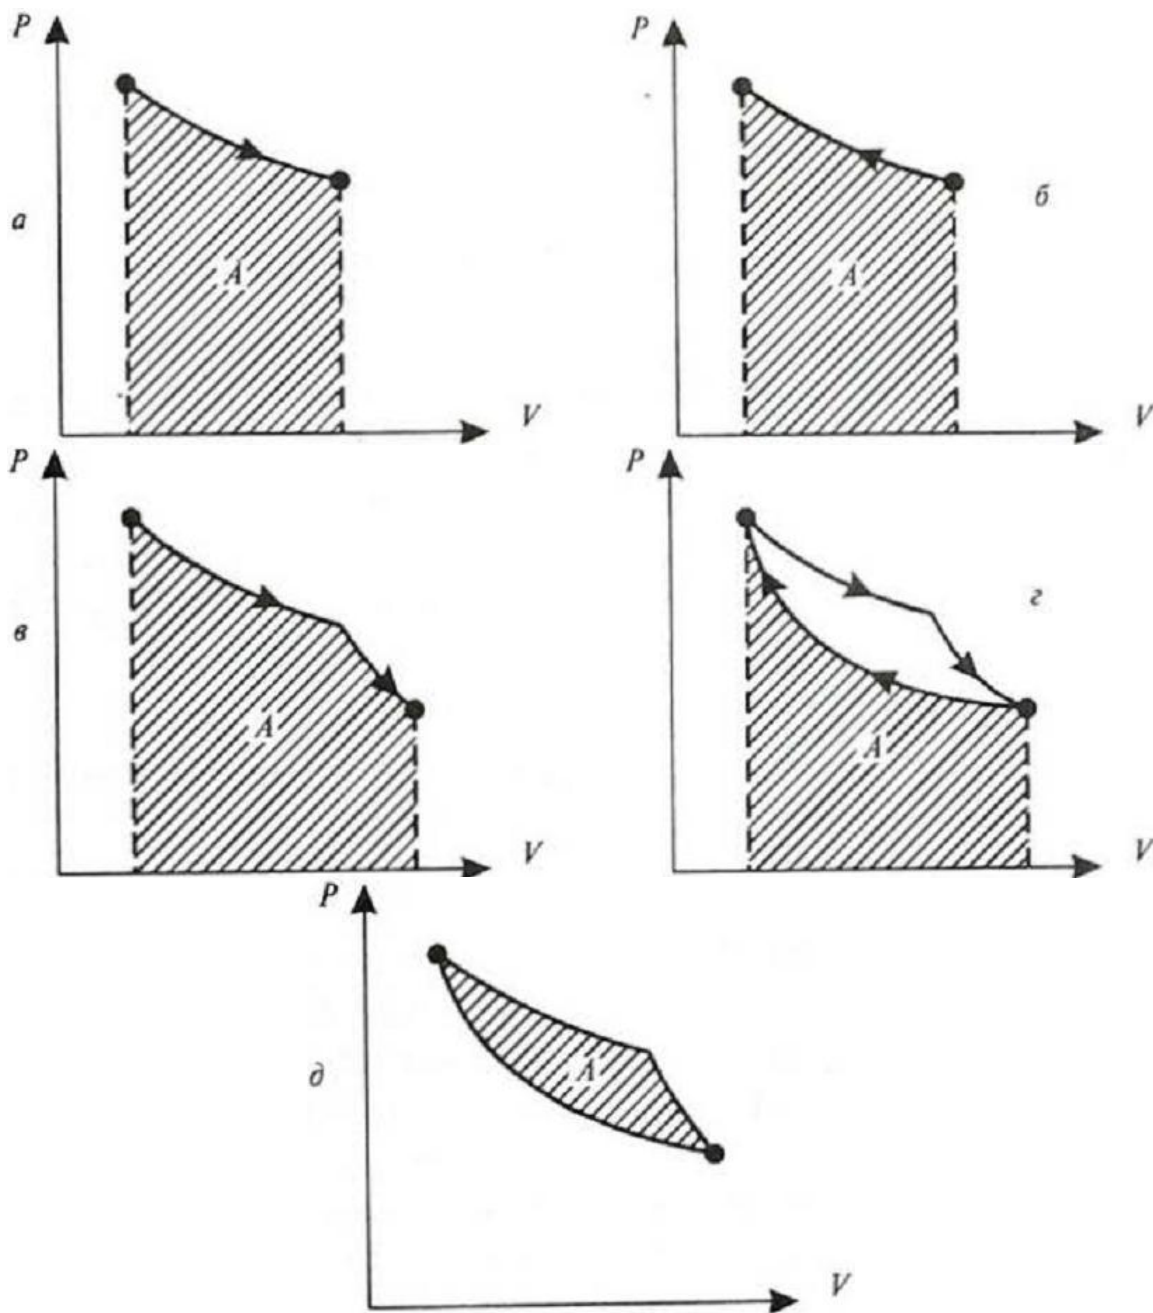

Рис. 6.6. Цикл Карно (пояснення в тексті)
Розглянемо ізотермічний процес (рис. 6.6а). Робота A , що виконується системою під час її розширення при постійній температурі T_1 (процес AB), визначається площею фігури $ABCD$. Для повернення системи у вихідний стан (якщо, наприклад, стискувати її ізотермічно при тій же температурі) необхідно затратити роботу ($-A$), яка дорівнює роботі A при розширенні (процес BA). Робота $-A$, що виконується системою при стисненні системи при постійній температурі T_1 , визначається тією ж самою площею фігури $ABCD$ (рис. 6.6 б). Сумарна робота під час прямого (AB) і зворотного (BA) термодинамічних процесів дорівнює нулю. Для того, щоб отримати корисну роботу, треба «зійти» з ізотерми AB . Це можна зробити за адіабатичним процесом BK шляхом переходу на іншу ізотерму T_2 (рис. 6.6в). Робота, що виконується системою під час прямого процесу (ABK), що складається з ізотермічного і адіабатичного розширень системи, визначається площею фігури $ABKMNA$; робота, що виконується над системою під час зворотного процесу (KLA), визначається площею фігури $ALKMNA$ (рис. 6.6г).
Коловий процес, що складається з двох ізотермічних і двох адіабатичних процесів, і в якому відбувається перетворення теплоти в роботу, називається *циклом Карно*. Корисна робота, що отримується протягом циклу, графічно зображується площею фігури *ABKLA* (рис. 6.6д).